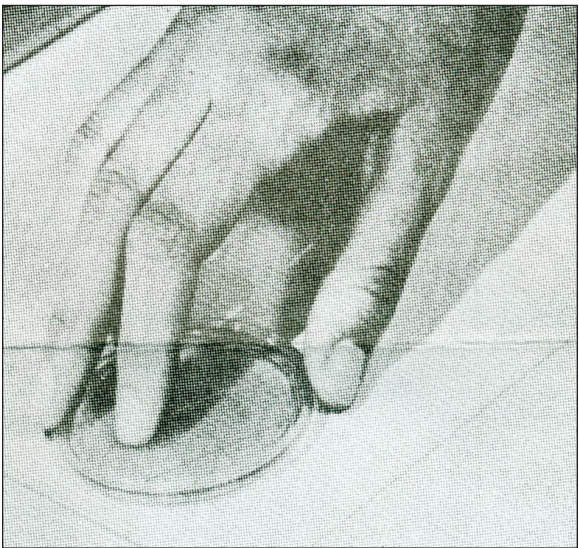

Figure 2
- Inscrire sur le formulaire de rapport l'emplacement du site à analyser. Oter le couvercle et le tenir pour éviter toute contamination accidentelle. Appliquer la surface gélosée de la microplaque directement sur la surface à analyser et exercer une pression verticale modérée. (Figure 2, voir dernière page.) Remettre le couvercle et faire de même avec les autres microplaques comme requis pour le plan de prélèvement.
5. Die Lage der zu prüfenden Stelle auf dem Berichtsformular vermerken. Den Deckel abnehmen und festhalten, um eine unbeabsichtigte Kontamination zu vermeiden. Die Agaroberfläche der Platte direkt auf die zu prüfende Stelle aufbringen und unter mäßiger Krafteinwirkung vertikal andrücken (s. Abbildung 2, letzte Seite). Deckel wieder aufsetzen und denselben Vorgang mit zusätzlichen Platten den Anforderungen des Probenentnahmeprogramms entsprechend wiederholen.